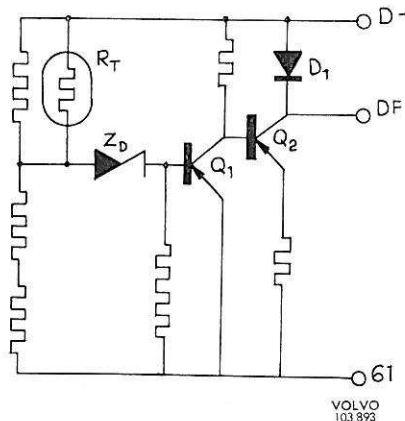

Figure 40. Circuit intérieur du régulateur électronique
A la mise en route du moteur, le courant d'excitation est fourni à la borne D+ (61) de l'alternateur en passant par la lampe témoin de charge. De cette borne, le courant passe dans le régulateur. Dans le régulateur, le courant passe par le transistor de puissance Q2, figure 40, avant de gagner la borne DF de l'alternateur. De cette dernière borne, le courant traverse les deux charbons et les bagues collectrices, passe dans l'enroulement d'excitation du rotor, ensuite vers la masse.